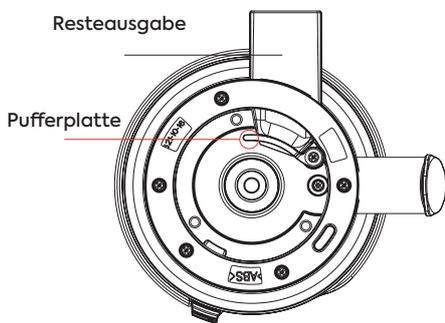
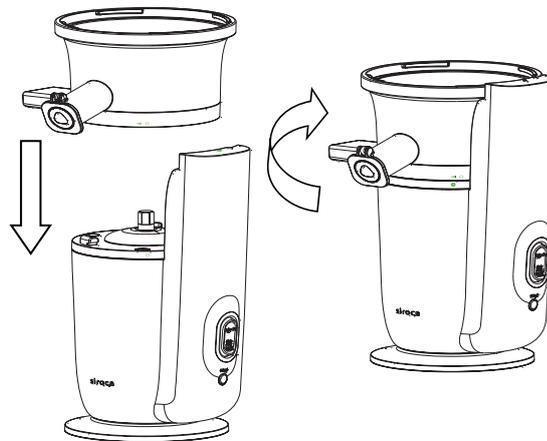

Bild 1
Bild 2
2. Zunächst nehmen Sie das Mahlwerk und die rotierende Reinigungsbürste gemeinsam nach oben ab. Nehmen Sie dann die rotierende Reinigungsbürste nach unten ab. Danach entfernen Sie den Mahlkopf nach oben vom Sieb (Siehe Bild 1). Schließlich tauchen Sie alle abnehmbaren Teile und Zubehör in warmes Seifenwasser, waschen und trocknen Sie es. Tauchen Sie die Motoreinheit allerdings niemals in Wasser, um das Risiko eines elektrischen Schlags zu vermeiden.
1. Setzen Sie zunächst den Behälter auf die Motor-Einheit, indem Sie folgende Schritte ausführen: Das Symbol "●" auf dem Behälter muss mit dem Symbol "○" auf der Motoreinheit übereinstimmen, drücken Sie den Behälter dann nach unten (siehe Bild 1) Drehen Sie den Behälter dann im Uhrzeigersinn, bis er fest mit der Motoreinheit verbunden ist. Stellen Sie sicher das der Behälter fest verbunden ist, damit das Gerät funktioniert. Stellen Sie vor Benutzung außerdem sicher, dass die Pufferplatte richtig in die Resteaussage eingesetzt ist (siehe Bild 2).